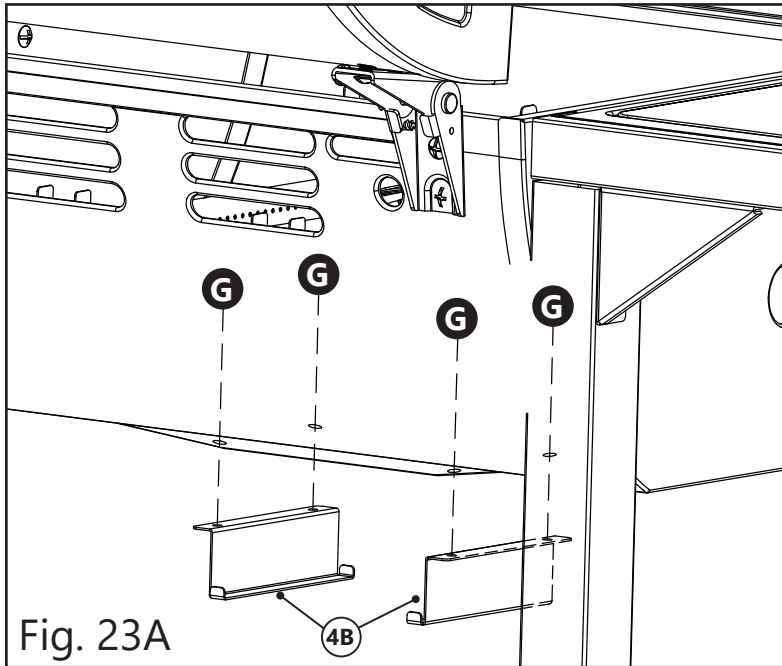

Fig. 23A
Fije las abrazaderas de la bandeja de grasa a la parte inferior del compartimiento de la parrilla de gas usando (4) pernos M4x8. (Fig. 23A)